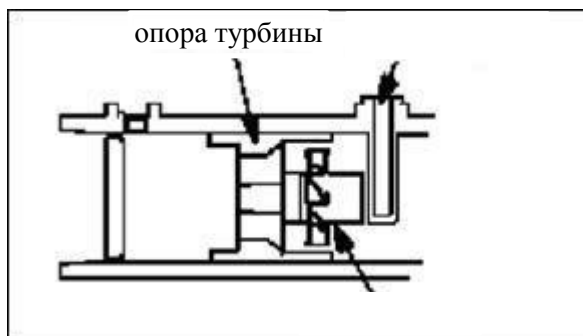

Рисунок 4
- Убедитесь, что входящее и выходящее отверстия клапана не загрязнены какими-либо инородными телами; удалите пластмассовую пробку из выпускного отверстия клапана; убедитесь, что турбина и ее опора находятся в правильном положении, а турбина вращается свободно при подаче воздуха внутрь отверстия (рис. 4.),